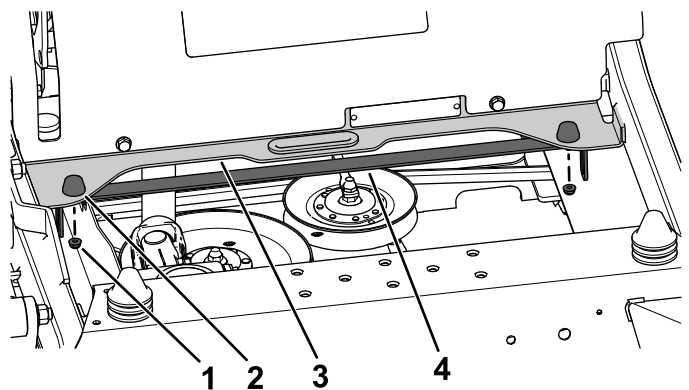

Figure 12
- Fixez le support de renfort sur le support transversal et les butées en caoutchouc à l'aide des 2 contre-écrous ($\frac{1}{4}$ ") retirés précédemment, comme montré à la Figure 12.